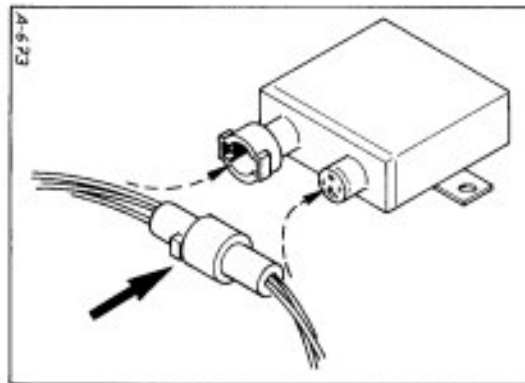

Bild 1
1. LEERLAUFKORREKTUR (Bild 1, 2)
Bei Fahrzeugen mit DLS (Digitale Leerlauf-Stabilisierung) Stecker am Schaltgerät für DLS, s. Bild 1 bei abgestelltem Motor abziehen und miteinander verbinden. Leerlaufdrehzahl auf Einstellwert einstellen und CO-Wert ggf. korrigieren. Anschließend Stecker bei abgestelltem Motor am Schaltgerät wieder anschließen, Motor starten und nach kurzem Gasstoß Drehzahl (Prüfwert) ablesen. CO-Wert korrigieren.